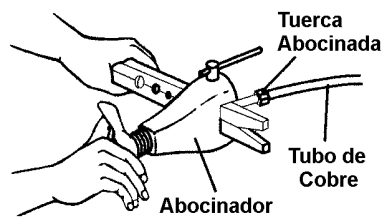

Figura 9
4. Abocine el extremo del tubo de cobre utilizando un abocinador. Ver Figura 9.